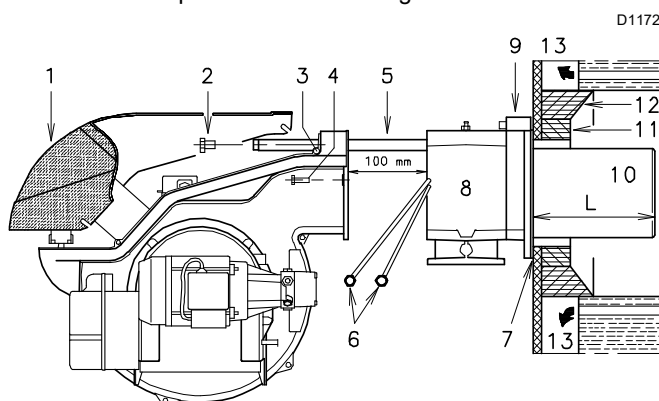
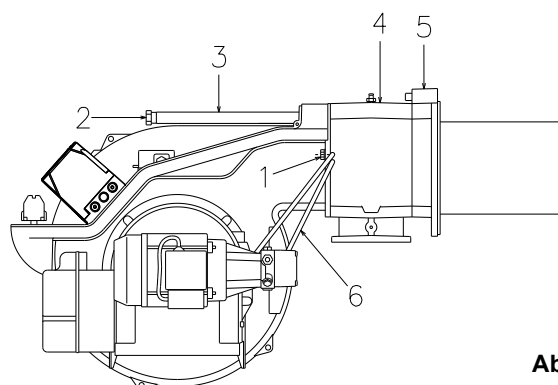

Abb. 11
Abb. 17
- Trennen Sie den Flammkopf vom übrigen Teil des Brenners, (Abb. 11);
Befestigen Sie nach diesem eventuellen Vorgang den Flansch 9)(Abb. 11 auf Seite 16) an der Platte des Heizkessels und setzen Sie die beiliegende Isolierdichtung 7)(Abb. 11 auf Seite 16) dazwischen. Tragen Sie vor dem Verwenden der 4, ebenfalls mitgelieferten Schrauben entsprechende Freßschutzmittel auf.
- Montieren Sie den Brenner wieder auf den Führungen 3)(Abb. 17) in einem Abstand von ca. 100 mm zur Muffe 4). Der Brenner befindet sich in der in Abb. 11 auf Seite 16 dargestellten Position.
- ziehen Sie die Elektrodenkabel ein und lassen Sie dann den Brenner bis zur Muffe gleiten, sodass er sich in der in Abb. 17 dargestellten Position befindet;
- bringen Sie die Schrauben 2) (Abb. 17) wieder an den Gleitschienen 3) an;
- schließen Sie die Heizölschläuche durch Einschrauben der beiden Anschlüsse 6)(Abb. 11 auf Seite 16) wieder an.